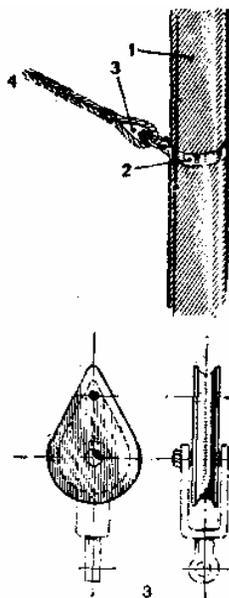

Рис. 381. Крепление бизань-штага на грот-мачте.
**Бизань-штаги.** Применяют одинарные или парные бизань-штаги, в зависимости от размеров судна. Набивают штаг-блоками и крепят на палубе около грот-мачты на обухах. На современных парусных судах бизань-штаги не имеют талей и идут к обухам на палубу или к железному бугелю на грот-мачте. С бугелем их соединяют с помощью штаг-блока или коуша и скобы (рис. 381).